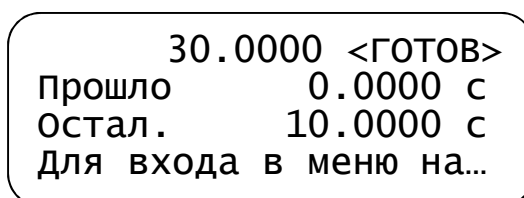

Рисунок 6 – Рабочее меню
2.3.7 Через пять секунд на табло должно появиться Рабочее меню (рисунок 6).
В рабочем меню (рисунок 6) нажать клавиши «1 минута», «3 минуты», «30 минут», «60 минут». Будет выставлен интервал, соответствующий названию клавиши. Далее нажать клавишу «Пуск».